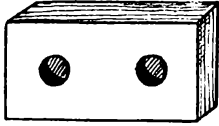

Рис. 6. Планка с 2 дырочками.
- 1) одинарные с одним рядом дырочек (рис. 6, 7, 8);